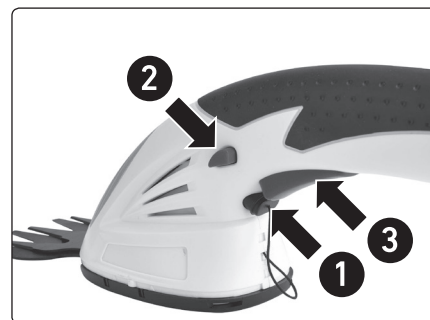

Abb. 8
- Um die Schere in Gang zu setzen, ist es nötig, die Schutzsicherung an die betreffende Stelle zu schieben (Schritt 1, Abb. 8), dann die Taste der Sicherung zu drücken (Schritt 2, Abb. 8) und zum Schluss den Betriebsschalter zu betätigen (Schritt 3, Abb. 8).